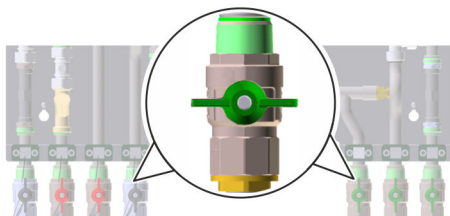

Abb. 32: Kugelhähne schließen
1. ➤ Alle Kugelhähne (Abb. 32) am Frischwarmwassermodul schließen.